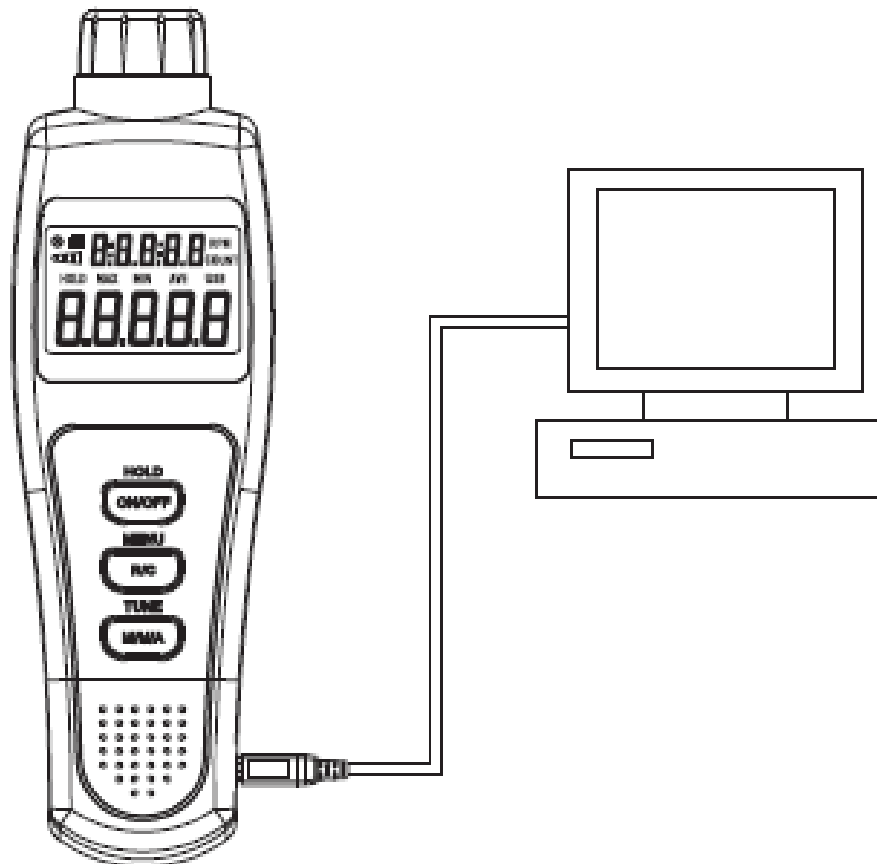

Figura 6
**C. Transferência de Dados e USB** (apenas o modelo UT372, consulte a figura 6)